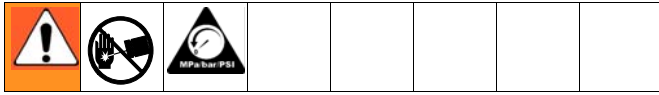

図 8 と 9 にある手入れの方法に従い、ガンを組み立てます。
- ネジ (14) 4 本を外し、ガンをマニホールドから取り外します。
- 保持ナット (7) のネジを抜きます。スプレーチップ (9) とガスケット (8) を取り外します。図 8 と 9 を参照してください。
- キャップ (18) をピストンハウジング (1) から取り外します。スプリング (20 と 19) を取り外します。
- 供給されるレンチ (34) で液体ニードル固定ネジ (16) を緩めます。ニードルストップ (17) を取り外します。